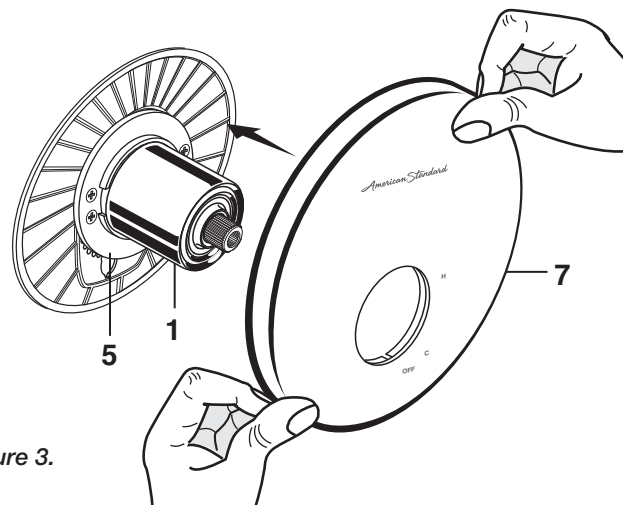

Figure 3.
- **Figure 3.** Poser la ROSACE (7) sur le CAPUCHON (1) et appuyer tout contre le mur fini. La rosace (7) s'enclenche dans le SUPPORT DE ROSACE (5).